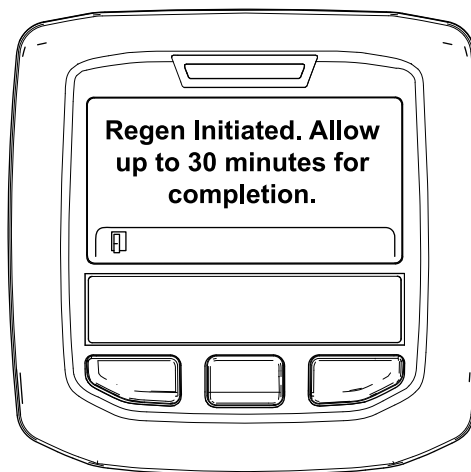

Рисунок 38
- Если регенерация разрешена, на дисплее инфо-центра появится сообщение «Regen Initiated. Allow up to 30 minutes for completion» («Регенерация запущена. Подождите 30 минут до завершения»). При появлении этого сообщения на дисплее инфо-центра подождите, пока машина не выполнит полный процесс регенерации с парковкой (Рисунок 38).